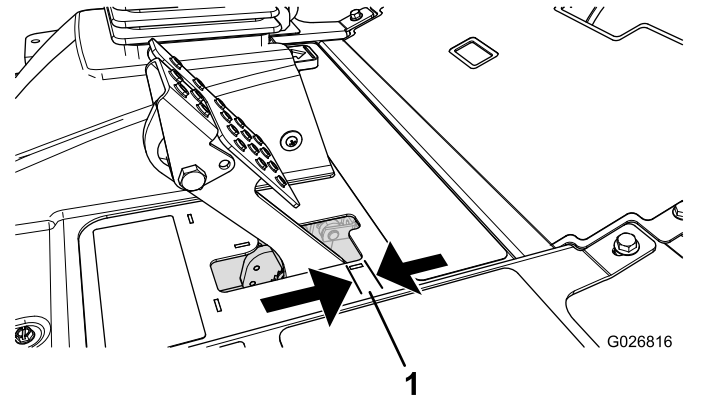

図 63
ブレーキペダルの「遊び」 図 63 が 2.5 cm 以上となったり、強く踏み込まないとブレーキの効が悪いと感じられるようになったら、調整を行ってください。遊びとは、ブレーキペダルを踏み込んでから抵抗を感じるまでのペダルの行きしろを言います。
- 後ナットを締めてケーブルを後方に移動させて、ホイールがロックする前のブレーキペダルの遊び 図 63 が 6.3-12.7 mm なるように調整する。